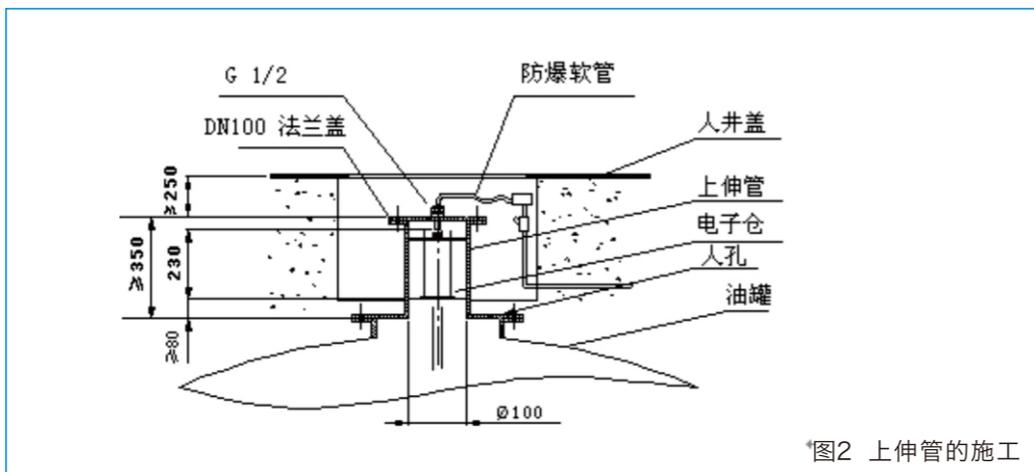

图2 上伸管的施工
液位计安装为立管式安装，液位计安装所需上伸管为DN100无缝钢管（4英寸），上伸管焊接必须竖直（与水平面垂直），如上伸管伸入人孔盖内，伸入长度不能超过100 mm，上伸管高于人孔盖不小于350mm。上伸管要求内壁光滑。上伸管的施工可参照下图2。
3. 人井盖到上伸管法兰盖（图4示为盲板法兰）的距离要大于250mm（参照图2），便于防爆软管的安装。